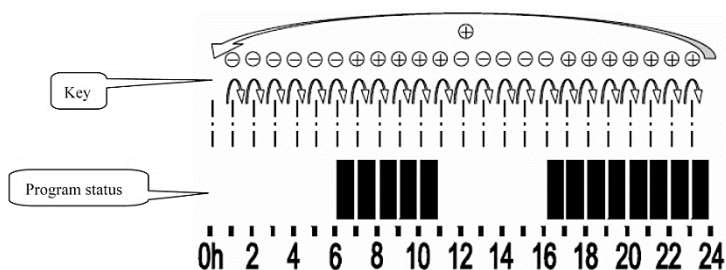

fig. 6
2. Quando la sezione Minuti lampeggia, premendo il tasto "Mode" si inizierà ad impostare il programma del Lunedì e il punto "ora 0" lampeggerà, l'utente potrà premendo il tasto "Più" o "Meno" impostare all'ora corrente la modalità "Comfort temperature" o "night temperature" (premendo "Più" si visualizzerà il punto ad indicare che all'ora corrente verrà eseguita la modalità "Comfort temperature", mentre premendo il tasto "Meno" il punto scomparirà ad indicare che all'ora corrente verrà eseguita la modalità "Night temperature" poi, il punto dell'ora successiva lampeggerà allo stesso modo per l'impostazione. Premendo nuovamente il tasto "Mode" si visualizzerà il giorno successivo e l'utente potrà impostare allo stesso modo le modalità per le ore 0 – 23. (Fig 6)